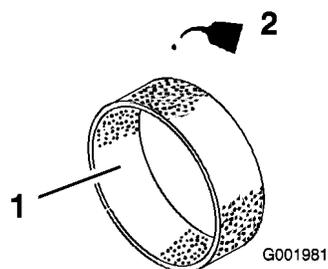

図 46
4. 乾いたら新しいエンジン・オイルを30～60 cc含ませる(図 46)。